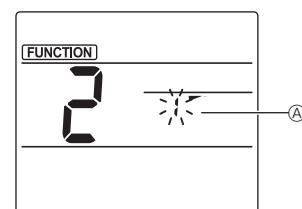

Fig. 2
- ② Žaliužių numerio parinkimas (Fig. 2)